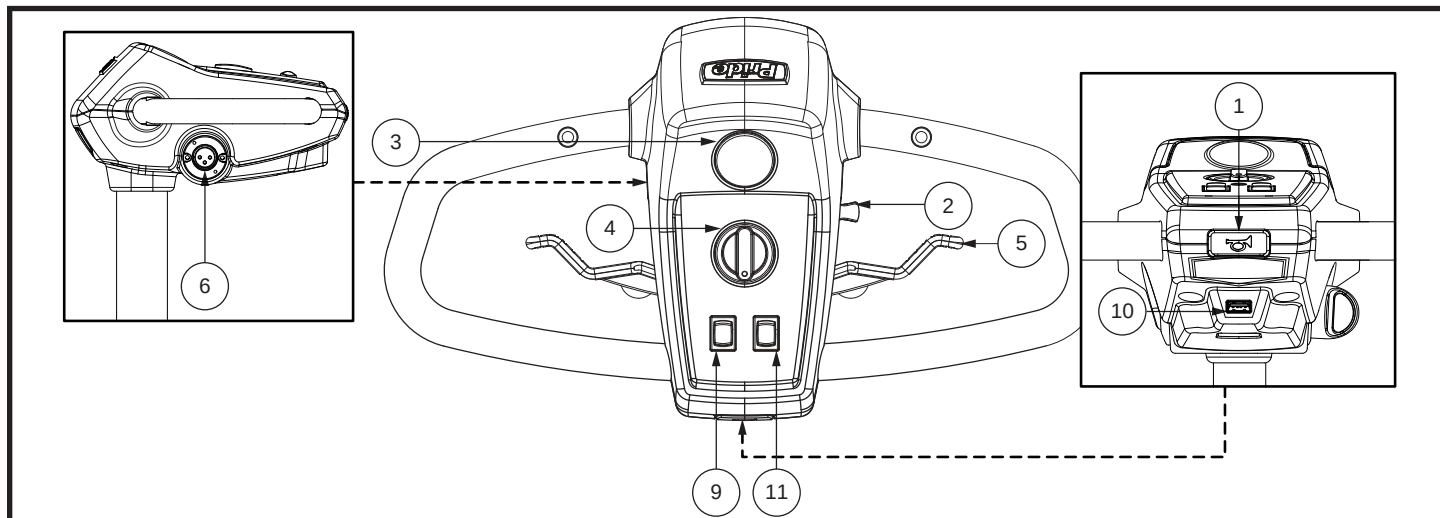

Figure 6. Tableau de bord F (Modèles 66 et 67)
**Pour modèles 66 et 67 (voir la figure 6):**